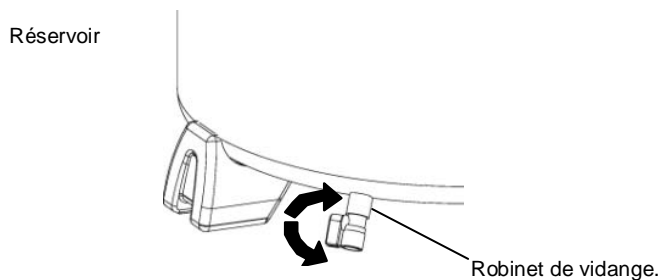

Fig.5
- (2) Débrancher la fiche de la source d'alimentation.
- (3) Ouvrir le bouchon de vidange qui se trouve sous la partie inférieure du réservoir (Fig. 5).
Vidanger le réservoir tous les jours ou toutes les 4 heures d'utilisation. Ouvrir le robinet de vidange et incliner le compresseur pour vider l'eau qui s'est accumulée (Voir Fig.5).